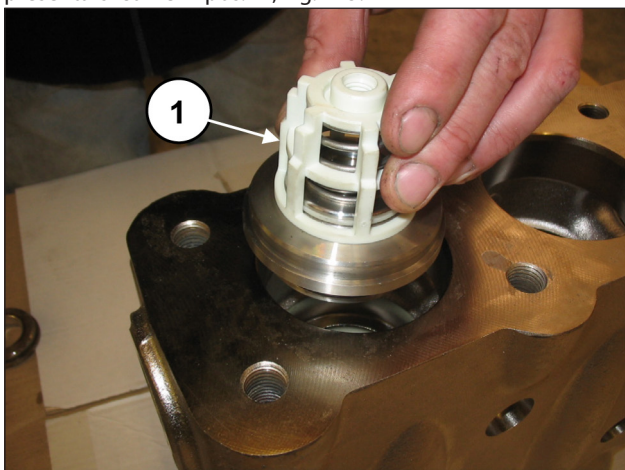
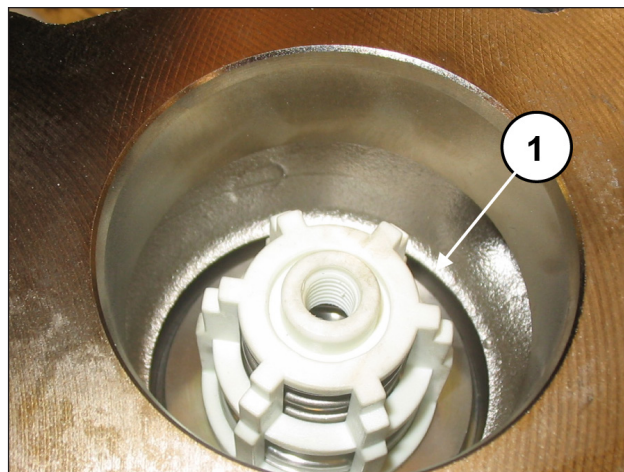

Fig. 124
Fig. 125
Inserire il gruppo valvola di mandata (pos. ①, Fig. 124). Il gruppo valvola deve essere inserito completamente a fondo e presentarsi come in pos. ①, Fig. 125.